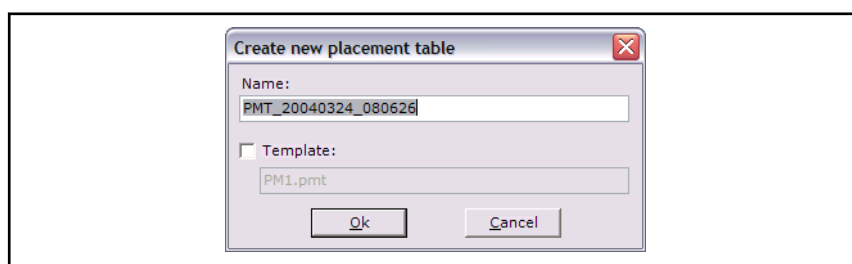

Fig. 6-33: Dialogue pour la création d'un nouveau tableau de placements
Une boîte de dialogue s'ouvre (voir Fig. 6-33 " Dialogue pour la création d'un nouveau tableau de placements" à la page 185) pour la création d'un nouveau tableau de placements (continuer avec le point 3).
Une boîte de dialogue s'ouvre pour la création d'un nouveau tableau de placements (voir Fig. 6-33 " Dialogue pour la création d'un nouveau tableau de placements" à la page 185).
1. Ouvrir le dialogue **Nouveau** (voir Fig. 6-33 " Dialogue pour la création d'un nouveau tableau de placements" à la page 185), comme décrit ci-dessus.